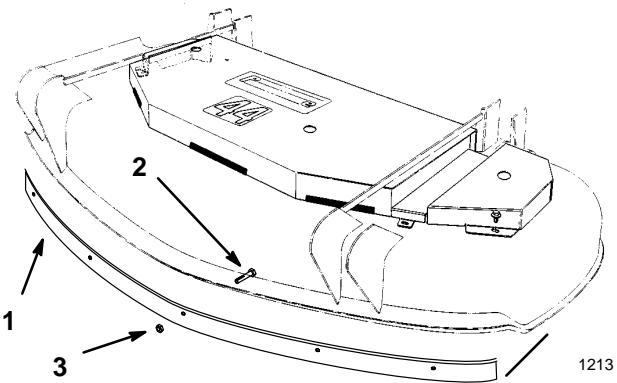

Figure 2
1. Mettre le déflecteur avant en place dans le carter de tondeuse, au ras du bord gauche de la tondeuse (Fig. 2).
3. Fixer le déflecteur avant à la tondeuse à l'aide de 7 boulons de 5/16 x 19 mm insérés par le bas et de contre-écrous minces (Fig. 2).